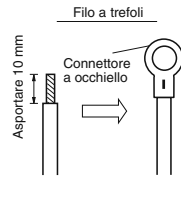

Fig. 4-5
- Asportare circa 10 mm di guaina isolante dall'estremità del cavo per esporne i trefoli, i quali andranno quindi attorcigliati. (Fig. 4-5)